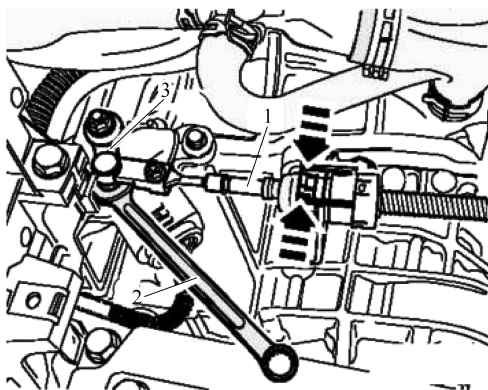

图 9-3-1 拆卸多功能开关
- 4) 如图 9-3-1 所示, 用呆扳手 2 将变速杆拉索 1 从换挡轴拨杆 3 的球头上撬下, 并